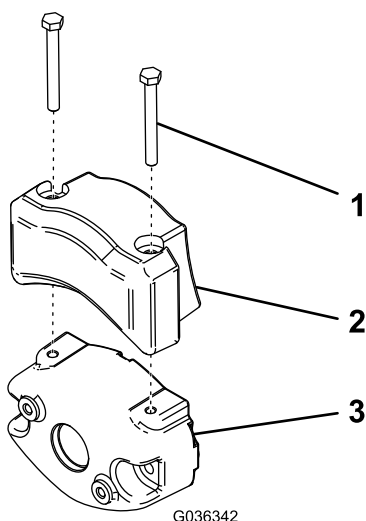

図 10
4. 図 10 のように、キャップスクリュー2本を使用して既存のカウンタウェイトに電動用ウェイトを取り付ける。